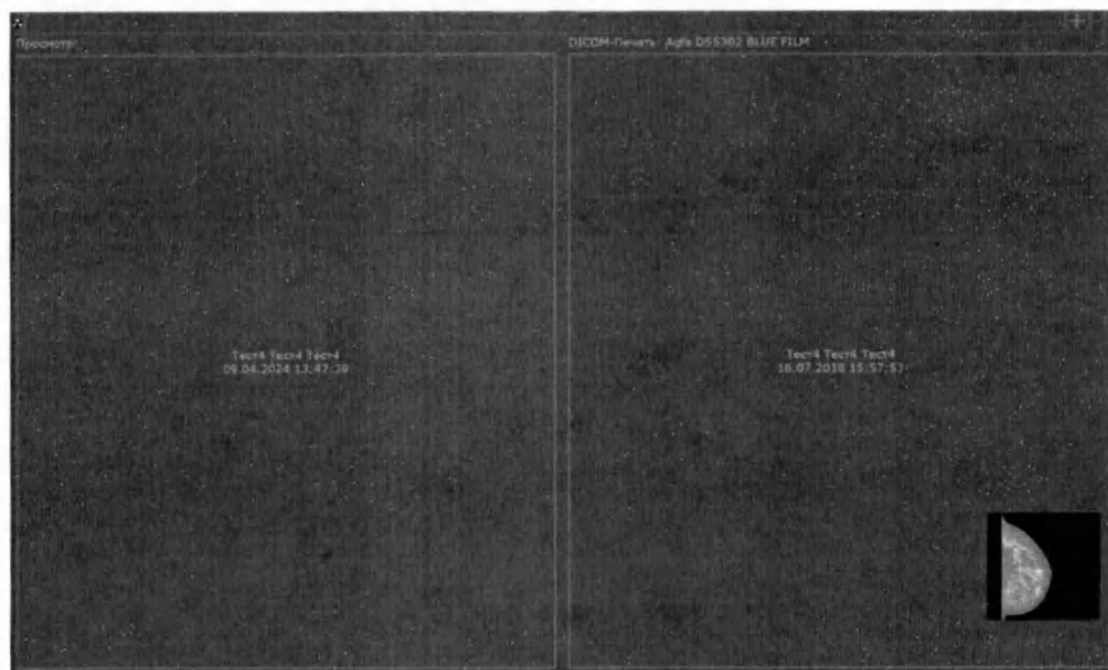

Рис. 158 Заполнение макета печати через панель иконок
- Автоматически откроется вкладка «DICOM-печать» снимок будет загружен в выбранную ячейку макета печати (Рис. 158 Заполнение макета печати через панель иконок)